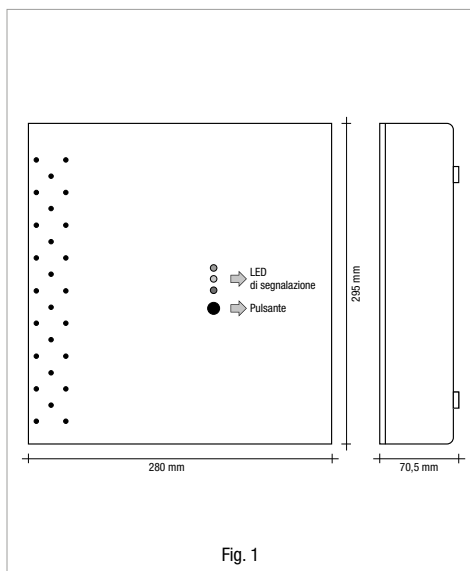

Fig. 1
- 7) Verificare che, all'accensione, tutti i LED di segnalazione (fig. 1) lampeggino per 2 secondi, e successivamente si accenda il LED verde in modalità lampeggiante. **NOTA:** all'accensione, l'eventuale segnalazione acustica di 3 beep indica l'errato posizionamento del verso del TA. In questo caso sarà necessario spegnere Power Reducer e ruotare il TA di 180 gradi.
- 8) Azionare la modalità Boost mediante la pressione del pulsante del Power Reducer (v. fig. 1)
- 7) When the device is powered-up, check that all of the indicator Leds (fig. 1) blink for 2 seconds, and that the green Led then lights up in blink mode. NOTE: if a sequence of 3 beeps is heard at power-up, this means that the CT is positioned the wrong way round. Accordingly, switch off the Power Reducer and turn the CT through 180 degrees.
- 8) Select Boost mode by pressing the button on the Power Reducer (see fig. 1)